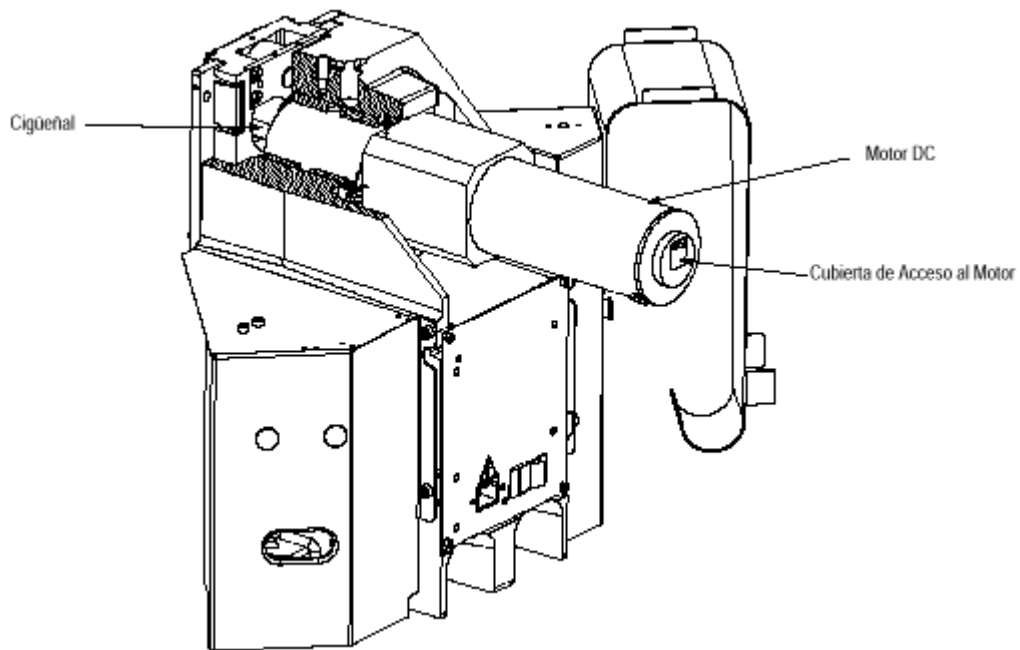

Figura 4
- **El grupo motor-** incluye un motor dc (de corriente directa) conduce un cigüeñal. El motor es activado en cada ciclo y gira el cigüeñal una revolución completa. Una cubierta del motor, ubicada al final del mismo, cubre una llave que permite que el motor realice un ciclo manualmente. Vea la Figura 4.